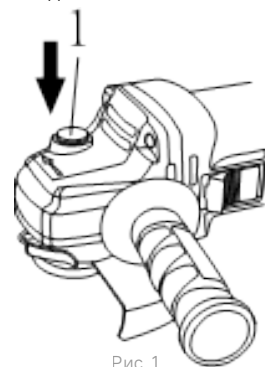

Рис. 1
Используйте блокировки шпинделя (1) для предотвращения его вращения только при установке или снятии шлифовальных, или отрезных дисков (Рис. 1).